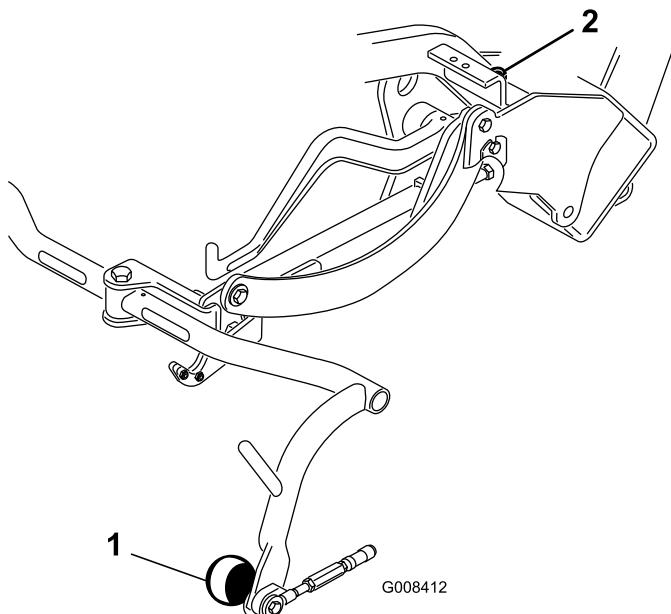

Figura 9
- Se è necessario eseguire una regolazione, allentate il controdado sulla vite di arresto del telaio portante (Figura 9) e ruotate la vite verso l'alto o verso il basso per sollevare o abbassare il telaio. Dopo la regolazione serrate il controdado.